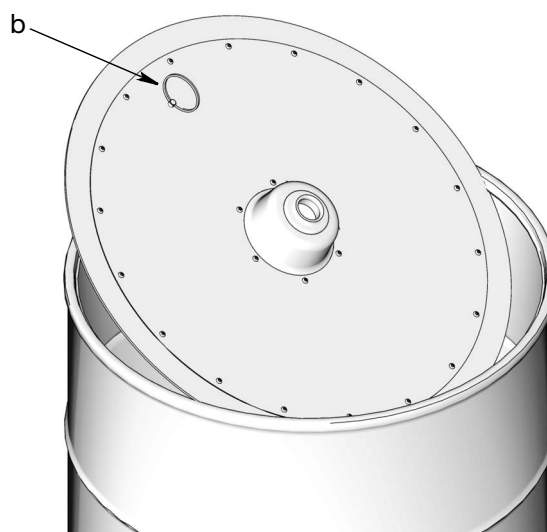

ABB. 6
- Falls es sich um eine bereits vorhandene Installation handelt, in das Fass greifen und am Ring der Nachläuferplatte (b) ziehen, um die Nachläuferplatte abzunehmen (ABB. 6). Die Nachläuferplatte auf ein sauberes Stück Papier, Karton oder ein sauberes Tuch legen. **NICHT AUF DEN BODEN LEGEN.**